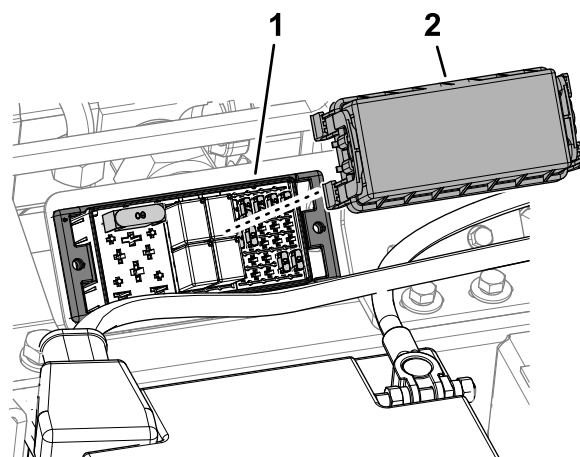

Figura 22
1. Retire la tapa del bloque de fusibles (Figura 22).